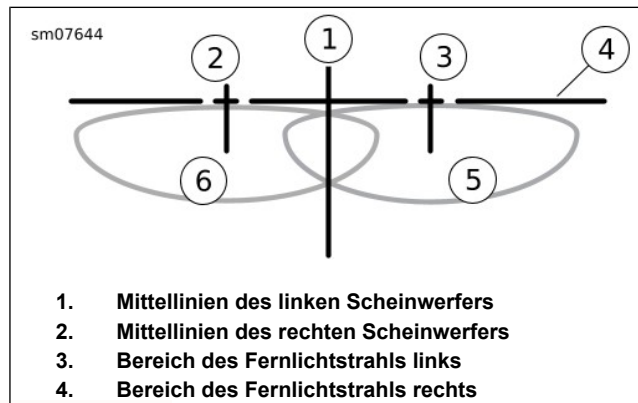

Abbildung 69. Scheinwerferausrichtung: HID
7. Bei beladenem Motorrad das Vorderrad gerade nach vorne auf die Wand ausrichten. Den Abstand (4) vom Boden zur Mitte der Abblendlicht-Glühlampen messen.
8. An der gemessenen Mittellinie der Glühlampe eine horizontale Linie (5) ziehen.
10. Siehe Abbildung 69. Die Mittellinie des Scheinwerfers (1, 2) auf der Wand markieren, sodass sie die horizontale Linie überschneiden.
4. Die Scheinwerfer auf Abblendlicht stellen. Rechten Scheinwerfer abdecken. Linken Scheinwerfer so einstellen, dass der Oberrand des hell beleuchteten Bereichs (3) unter und ungefähr mittig unter den linken Mittellinien liegt, wie in Abbildung 69 dargestellt.
5. Linken Scheinwerfer abdecken. Rechten Scheinwerfer so einstellen, dass der Oberrand des hell beleuchteten Bereichs (4) unter und ungefähr mittig unter den Mittellinien der rechten Zusatz-/Nebelleuchte liegt, so wie in Abbildung 69 dargestellt.